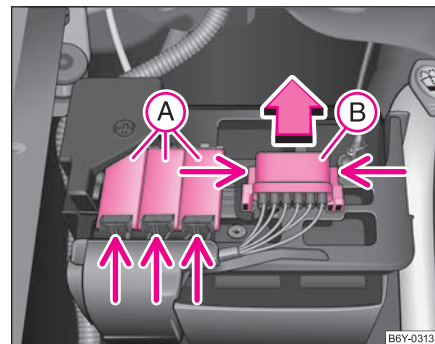

Fig. 170 Bateria:
- Apăsați elementele de fixare ale capacului suportului de siguranțe (A) ⇒ pagina 235, fig. 170 și deschideți capacul.
- Concomitent apăsați elementele de fixare ale capacului suportului de siguranțe (B) și împingeți capacul în sensul indicat de săgeată.
- Unele autovehicule sunt prevăzute numai cu capacul (B) ⇒ pagina 235, fig. 170. ■